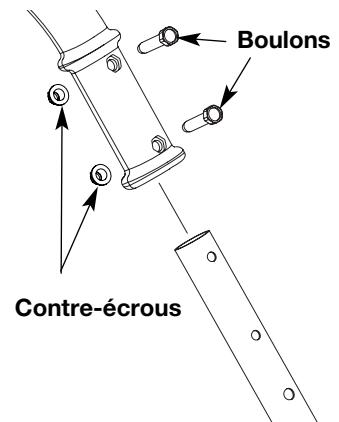

Fig. 2
5. Insérer le manche de contrôle dans l'extrémité à trois trous du manche droit en métal et aligner les trous du manche de contrôle avec les deux trous de l'extrémité du manche droit en métal (Fig. 2).
6. Disposer deux vis (1/4" x 1-1/2") dans les trous hexagonaux renfoncés situés sur le manche (Fig. 2) et maintenez-les en place.